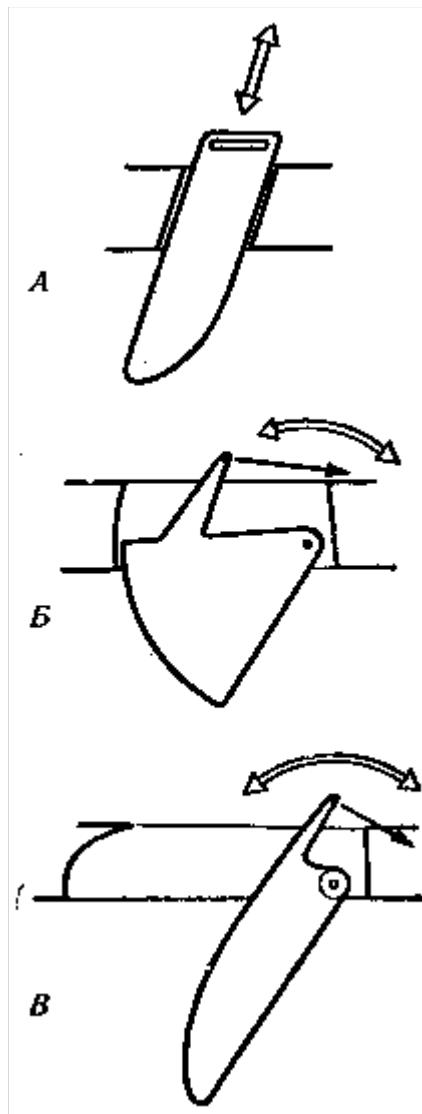

Рис. 33. Типы швертов:
**Кинжалный шварт** (рис. 33, а) вставляется в швартовый колодец, как кинжал в ножны, и передвигается в нем поступательно. Кинжалные шврты неудобны тем, что при задевании за мель их заклинивает в колодце.
**Секторный шварт** (рис. 33, б) имеет то преимущество, что при опускании его швартовая щель остается закрытой телом шврта, а за прямым швартом (рис. 33, в), когда он опущен, остается открытой швартовая щель, создающая добавочное сопротивление корпуса. С другой стороны, когда секторный шварт выбран, он сильно выходит за пределы колодца и мешает экипажу. Поэтому секторные шварты делают главным образом на небольших швартботах (например, класса «Финн»).
Для усиления эффекта перемещения центра бокового сопротивления применяют узкие, длинные, так называемые мечевидные шверты (рис. 33, в). Ими снабжено большинство современных швурботов. Часто для уменьшения сопротивления шверты профилируют, то есть в поперечном сечении придают им профиль симметричного крыла самолета. Они дают некоторый выигрыш в лавировочных качествах за счет меньшего сопротивления. Чтобы уменьшить сопротивление широкой щели на выходе швертового колодца в днище, щель для профилированного шверта снабжают сальниками из листовой резины: когда шверт выбран, сальники смыкаются и закрывают щель.